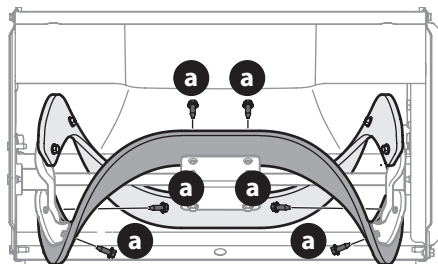

Figure 31
3. Saque las paletas de caucho ya existentes para lo cual debe desenroscar los tornillos de arandela hexagonal que las unen a la barrena (Figure 31).